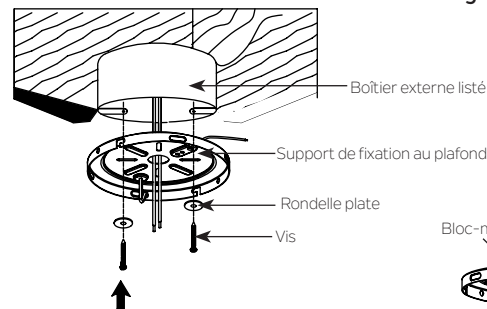

Fig. 5
Étape 2. Avant de fixer le ventilateur au boîtier externe (non inclus), assurez-vous que le boîtier externe est solidement fixé en au moins deux points à un élément du plafond structural (un boîtier mal fixé fera vaciller le ventilateur). Faites passer les fils d'alimentation de 120 volts de la boîte externe au plafond par le centre du support de montage au plafond. Installez le support de montage sur le boîtier externe au plafond en utilisant les vis et les rondelles fournies avec le boîtier externe, (Fig. 5)